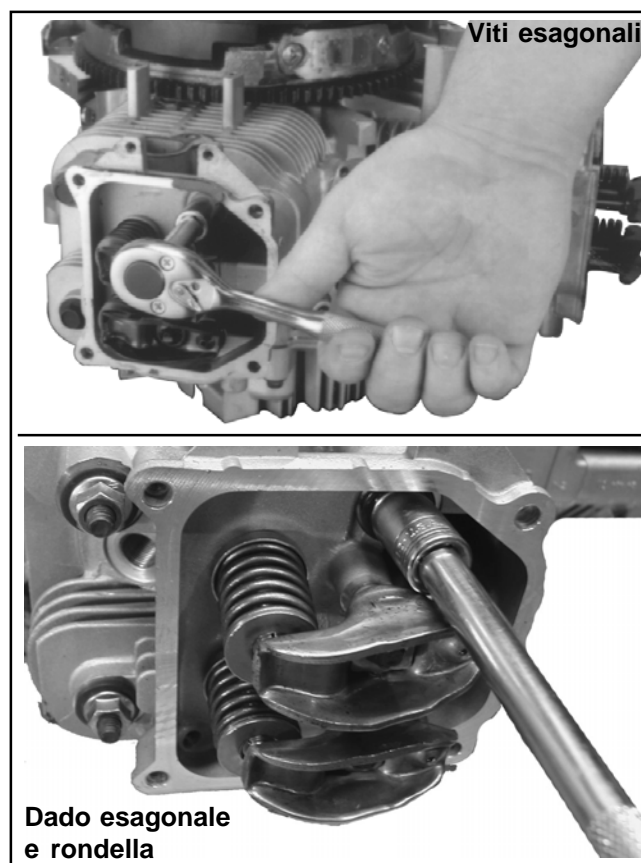

Figura 9-36. Rimozione dei dispositivi di fissaggio della testata.
1. Rimuovere le quattro viti esagonali oppure i dadi esagonali e le rondelle che fissano ogni testata. Vedere Figura 9-36. Gettare le viti oppure i dadi e le rondelle. Non riutilizzarli. Gli eventuali prigionieri devono essere rimossi solamente qualora siano danneggiati oppure sia necessario ricondizionare i cilindri. Una volta rimossi, essi devono essere sostituiti.
3. Rimuovere con cautela le aste di spinta, le testate e le guarnizioni delle testate. Vedere Figura 9-36.